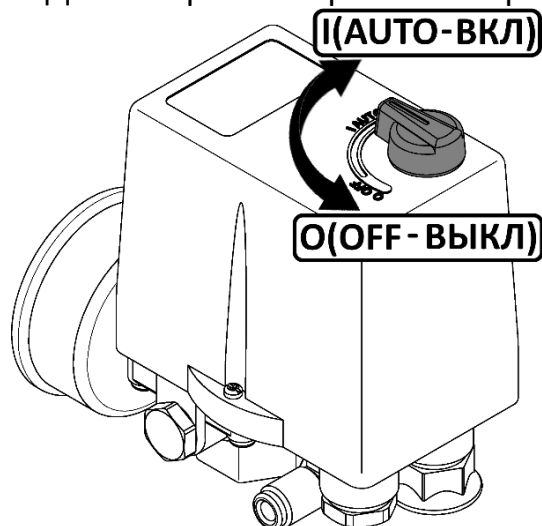

Рисунок 3
- Проверьте, чтобы выключатель на прессостате находился в выключенном положении "OFF" (см. рисунок 3).
Для пуска компрессоров СБ4/С-50.АВ360, СБ4/С-100.АВ360, СБ4/С-100.АВ360В после срабатывания защиты выполните следующие действия: после того, как двигатель остынет до допустимой температуры переключите выключатель на прессостате в положение "OFF" (см. рисунок 3), а затем включите компрессор переключив выключатель в положение "AUTO".